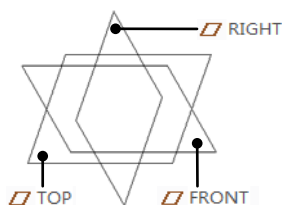

图 3-1 基准平面
- 基准特征:起辅助作用,为基本特征的创建和编辑提供操作的参考。基准特征没有物理容积,也不对几何元素产生影响。基准特征包括基准平面、基准轴、基准曲线、基准坐标系和基准点等。图 3-1 所示为 Creo 中的 3 个基准平面——RIGHT 基准平面、FRONT 基准平面和 TOP 基准平面。